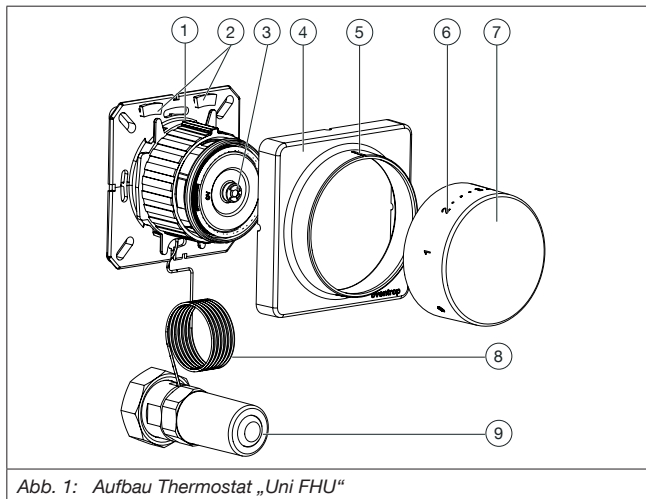

Abb. 1: Aufbau Thermostat „Uni FHU“
Die gewünschte Raumtemperatur stellen Sie am Handrad (siehe Abb. 1 auf Seite 6) ein.
- Entfernen Sie die Abdeckung (siehe Abb. 1 auf Seite 6 (4)).
1. Entfernen Sie die Abdeckung (siehe Abb. 1 auf Seite 6 (4)). Stellen Sie das Handrad auf den gewünschten Wert (siehe 3.3 auf Seite 7).
2. Nehmen Sie die Begrenzungselemente (siehe Abb. 1 auf Seite 6 (2)) aus der Wandbefestigung und setzen Sie sie rechts und links neben den eingestellten Wert (Anschlagsteg) im inneren des Handrads.
1. Entfernen Sie die Abdeckung (siehe Abb. 1 auf Seite 6 (4)). Stellen Sie das Handrad auf den niedrigsten Wert im gewünschten Temperaturbereich (siehe 3.3 auf Seite 7).
2. Nehmen Sie ein Begrenzungselement (siehe Abb. 1 auf Seite 6 (2)) aus der Wandbefestigung und setzen Sie es links neben den niedrigeren gewünschten Wert. Gem. Beispiel: Merkzahl „2“.
4. Nehmen Sie das zweite Begrenzungselement (siehe Abb. 1 auf Seite 6 (2)) aus der Wandbefestigung und setzen Sie es rechts neben den höchsten gewünschten Wert. Gem. Beispiel: Merkzahl „3“.
2. Drehen Sie die Fühlereinheit (siehe Abb. 1 auf Seite 6 (3)) bis zum Anschlag ein.